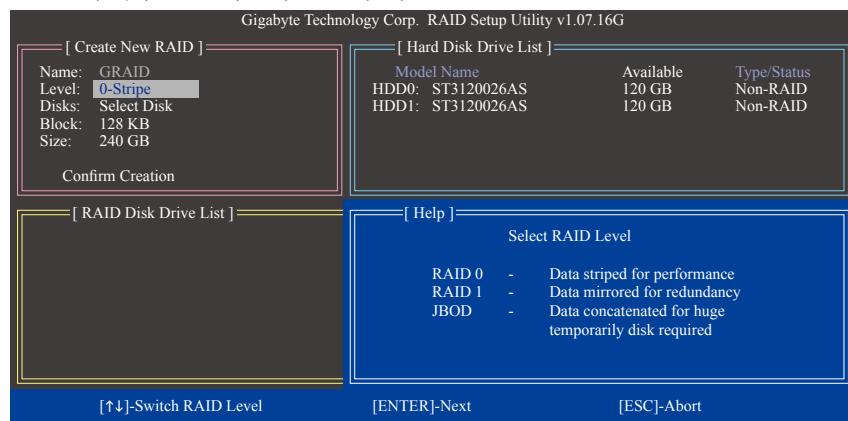

图5
请在「Create New RAID」区依序设置制作磁盘阵列所需的信息。(图5)
2. 选择要制作的磁盘阵列模式(Level): 以<↑>或<↓>键选择欲制作的磁盘阵列模式, 选项有 RAID 0 (Stripe)、RAID 1 (Mirror)及JBOD (图5)。完成后按<Enter>键移至下一步骤。